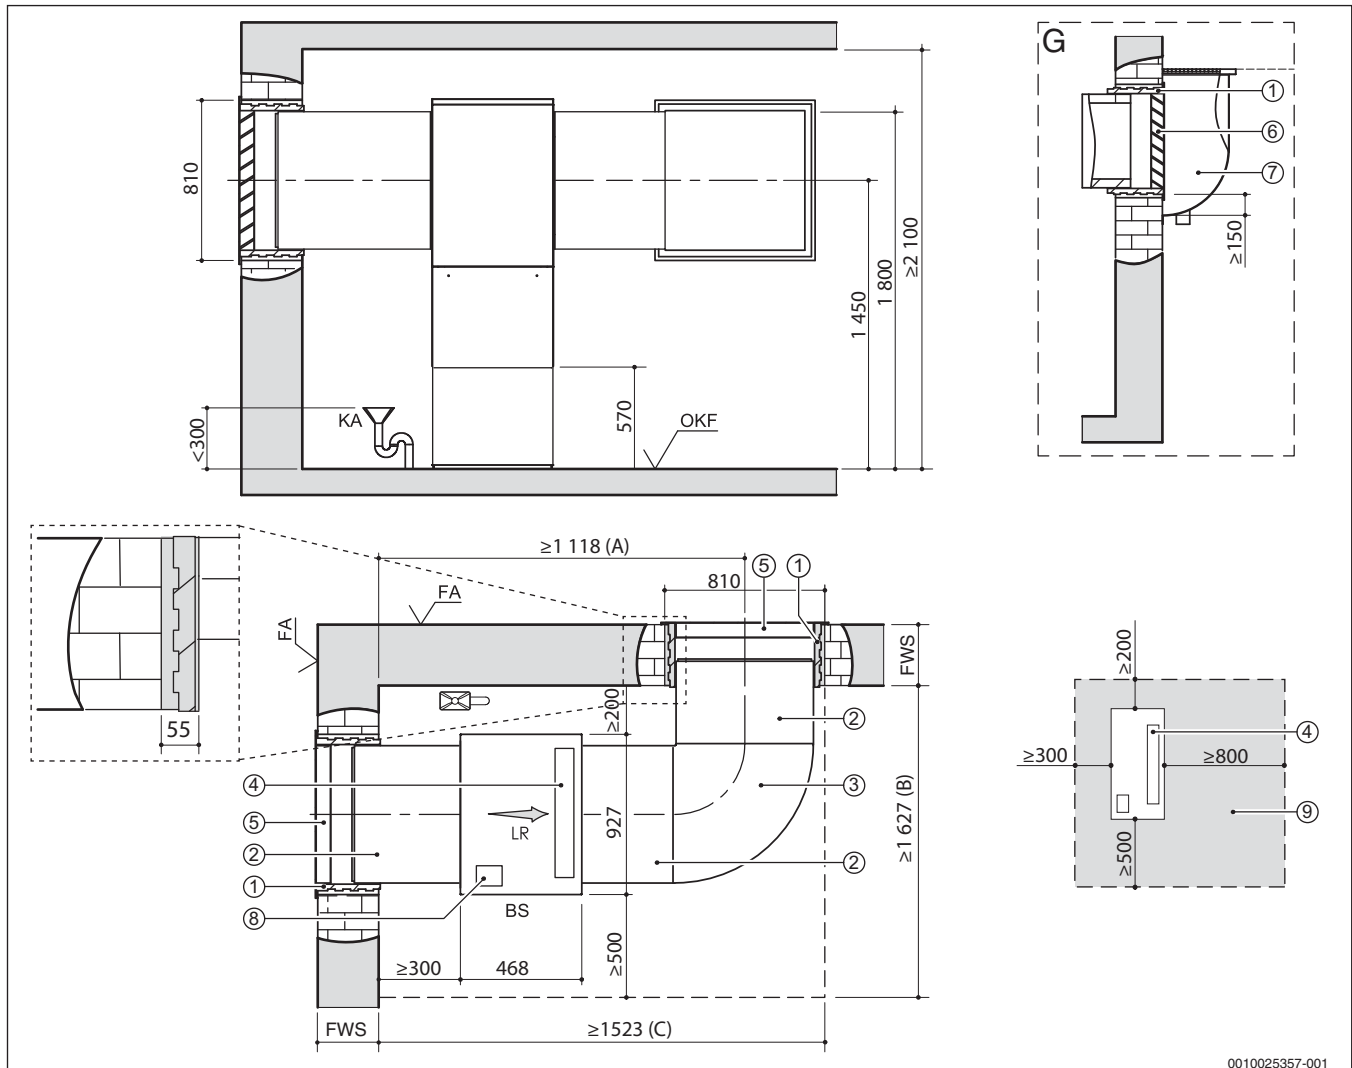

Bild 15 Aufstellplan für WLW196i-6/8 IR mit dem Luftkanalsystem 700 (alle Maße in mm)
- Im Aufstellraum muss ein Kondensatablauf vorhanden sein. Die Höhe des Anschlusses ist in den Aufstellplänen eingetragen (\rightarrow Bild 15, Seite 8 und Bild 16, Seite 9).
- 1450 mm für Wärmepumpen mit 6/8 kW (→ Bild 15, Seite 8)
- 1350 mm für Wärmepumpen mit 11/14 kW (→ Bild 15, Seite 9)
Legende für Bild 15 + Bild 16: